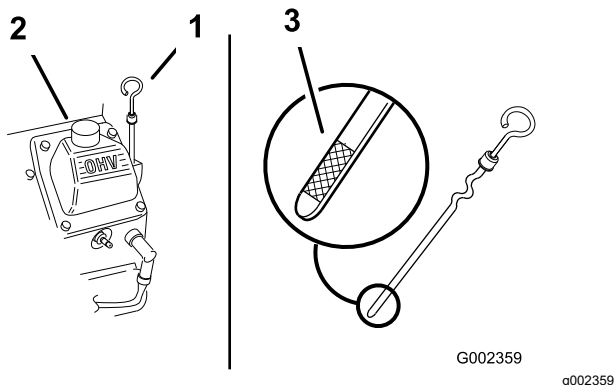

Figura 17
3. Limpie alrededor de la varilla de aceite (Figura 17) para impedir que caiga suciedad por el orificio de llenado y cause daños en el motor.
4. Desenrosque la varilla de aceite y limpie el extremo (Figura 17).
5. Deslice la varilla a fondo en el tubo de llenado, pero no la enrosque en el tubo (Figura 17).
6. Vierta lentamente un 80% aproximadamente de la cantidad especificada de aceite por el tubo de llenado (Figura 17).